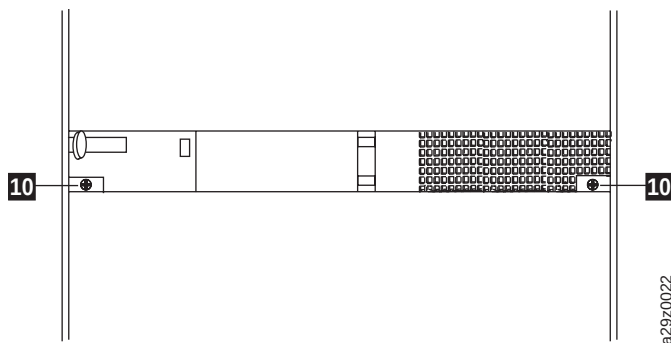

Figura 25. Fijación de la parte posterior de la biblioteca en el bastidor
- Fije la parte posterior de la biblioteca al bastidor con un tornillo de cabeza redonda **10** en cada una de las fijaciones posteriores(Figura 25). Apriete los demás tornillos de la fijación posterior para fijar la biblioteca al bastidor.